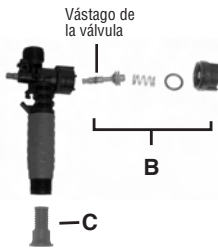

Figura 3
- 3) Retire la tuerca de retención (con el anillo "O" incorporado), el resorte y el vástago de la válvula (B) (Figura 3). Reemplace las partes desgastadas. Lubrique los anillos "O" y vuelva a armar siguiendo los pasos anteriores, pero a la inversa. Coloque la hendidura de la manija en el área ranurada del vástago de la válvula y asegúrese de que el broche sujetador esté en la posición correcta (consulte la sección "Información útil acerca de la pulverización"). Inserte la clavija de retención. Presione la manija hacia abajo varias veces para distribuir el lubricante de manera uniforme. Revise el filtro (C) en el extremo de la válvula de cierre para detectar residuos. Retire el filtro y enjuáguelo con agua para limpiarlo.